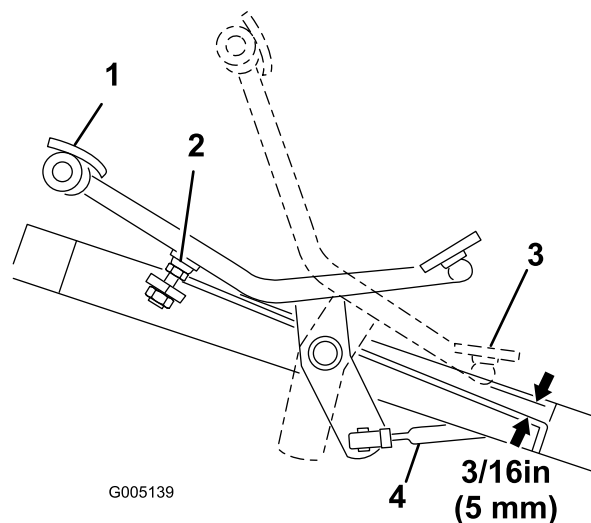

Figura 40
1. Empuje el pedal de tracción lo más posible hacia adelante hasta que el actuador de la válvula de la sección N° 5 esté completamente extendido. El pedal debe entrar en contacto con el tope (Figura 40).
2. Compruebe la distancia entre el extremo inferior del pedal y el reposapiés, según se muestra en Figura 40. La distancia debe ser de aproximadamente 5 mm. Si la distancia es mayor o menor que 5 mm, es necesario ajustar la varilla de control de tracción. Siga estos pasos:
- Retire la contratuerca y la articulación esférica que sujetan la varilla de control (Figura 40) al pivote del eje de tracción.